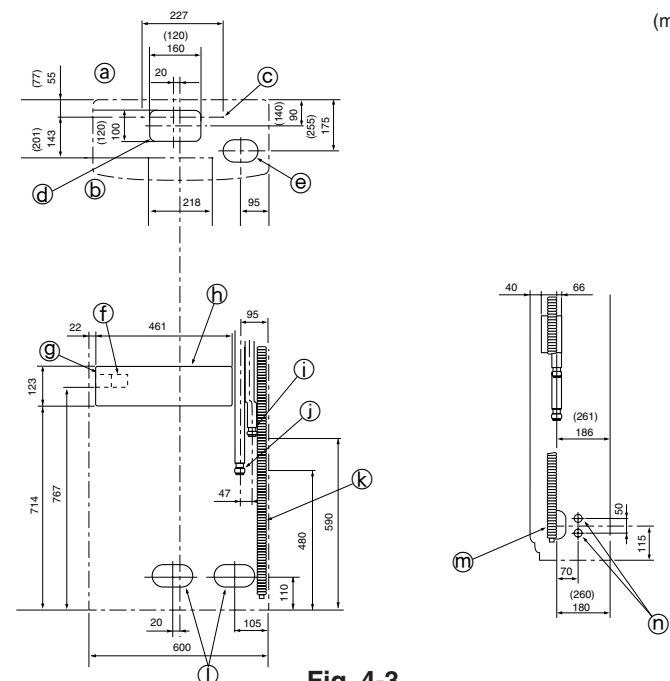

Fig. 4-3
4.3. Placering av köldmedel och dräneringsrör (Fig. 4-3)